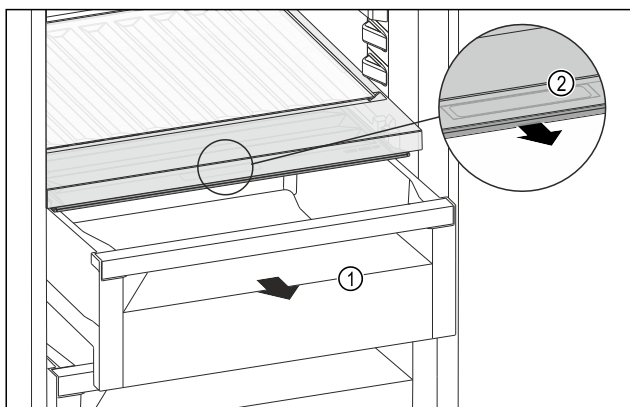

Fig. 156
- ▶ 拉出抽屉 Fig. 156 (1)。
- ▶ 抓住抽屉盖上的内嵌式拉手 Fig. 156 (2)，并同时向前拉出抽屉盖。